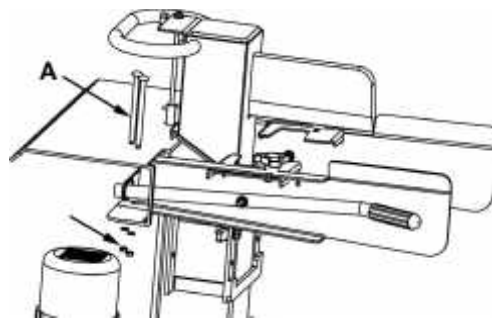

Fig.7
##### 4.2.2.1- Montage des bras de commande (Fig.7)
- Mettre les bras de commande en place : introduire le tube du bras de commande dans l'emplacement de la jonction transversale (Fig.7).
- Faire traverser la tige d'immobilisation (A).